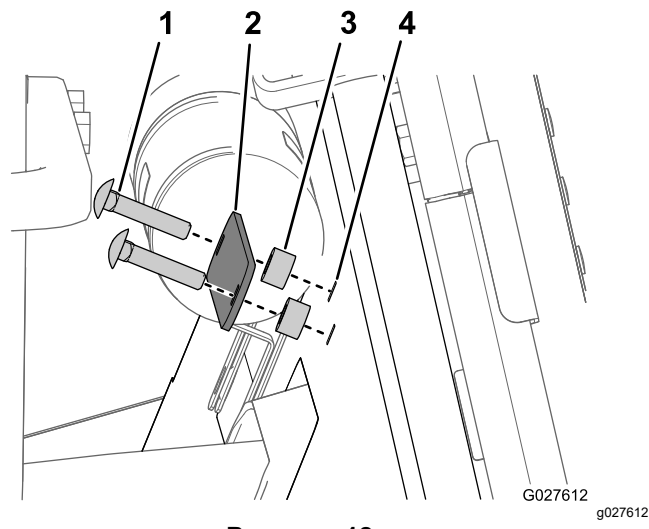

Рисунок 18
5. С помощью двух каретных болтов (1/4 х 1-1/4 дюйма) присоедините планку и две проставки (1/4 дюйма) к отверстиям в панели внутренней обшивки из вспененного материала (Рисунок 18).